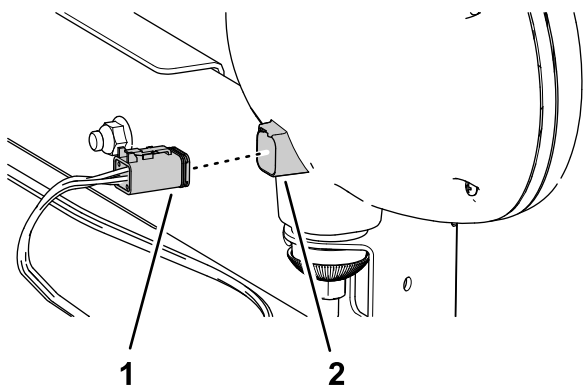

Figure 15
5. Branchez les connecteurs à 6 douilles étiquetés RIGHT FRONT TURN/RUNNING LIGHT et le connecteur à 6 douilles étiqueté RIGHT FRONT TURN/RUNNING LIGHT aux connecteurs à 6 broches des projecteurs de travail (Figure 15).